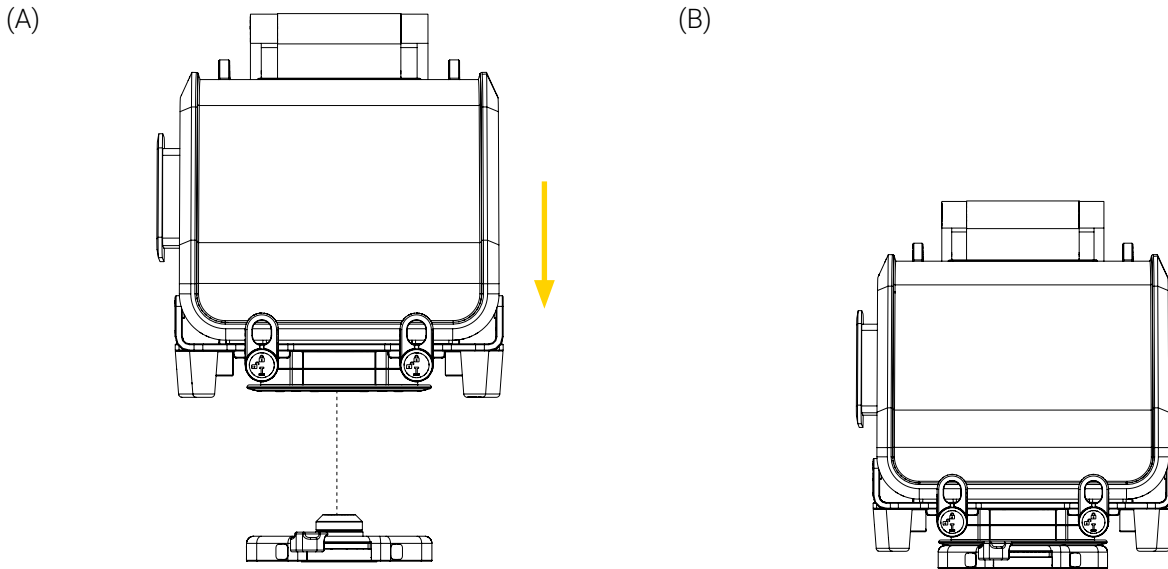

Figure 8: Installation du support de fixation sur la Base de Fixation Universelle
- Aligner et placer le support de fixation verticalement sur la base, s'assurant d'insérer le disque de verrouillage dans le support de fixation (Figure 8).